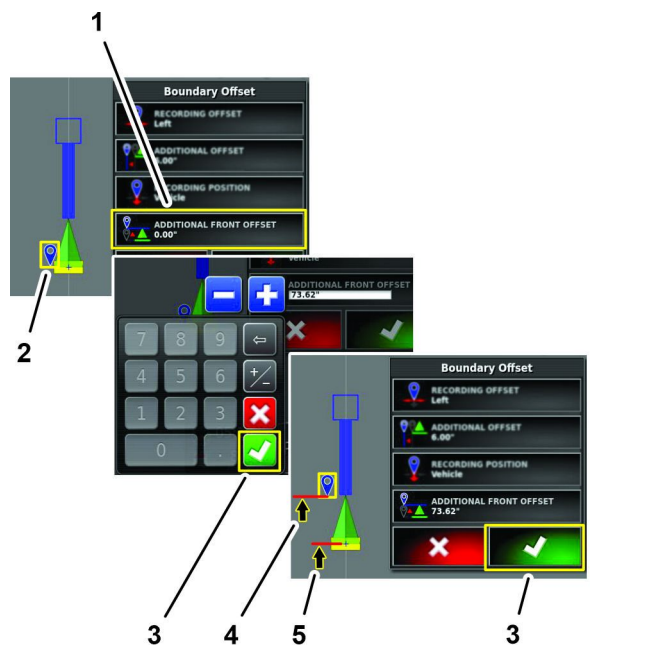

Figura 200
- Pulse el icono COMPENSACIÓN ADICIONAL DELANTERA (Figura 200).
- Utilice el teclado en pantalla para introducir la distancia de desplazamiento delantero, y pulse el icono Confirmar (Figura 200).